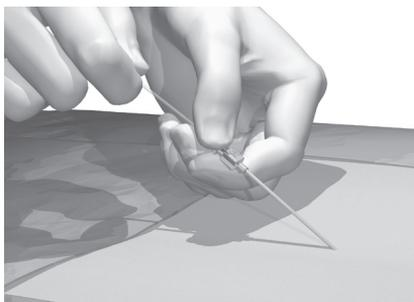

Figure 4 : Angle de l'aiguille d'incision
2. Sous contrôle radioscopique, placez l'aiguille d'insertion dans l'espace épidural en orientant le biseau vers le haut selon un angle de 45° maximum (Figure 4).
MISE EN GARDE : l'angle de l'aiguille d'insertion doit être de 45° maximum (Figure 4). Un angle plus important augmente la force nécessaire à l'insertion du stylet ainsi que le risque de perforation de la sonde par le stylet et de lésions des tissus.